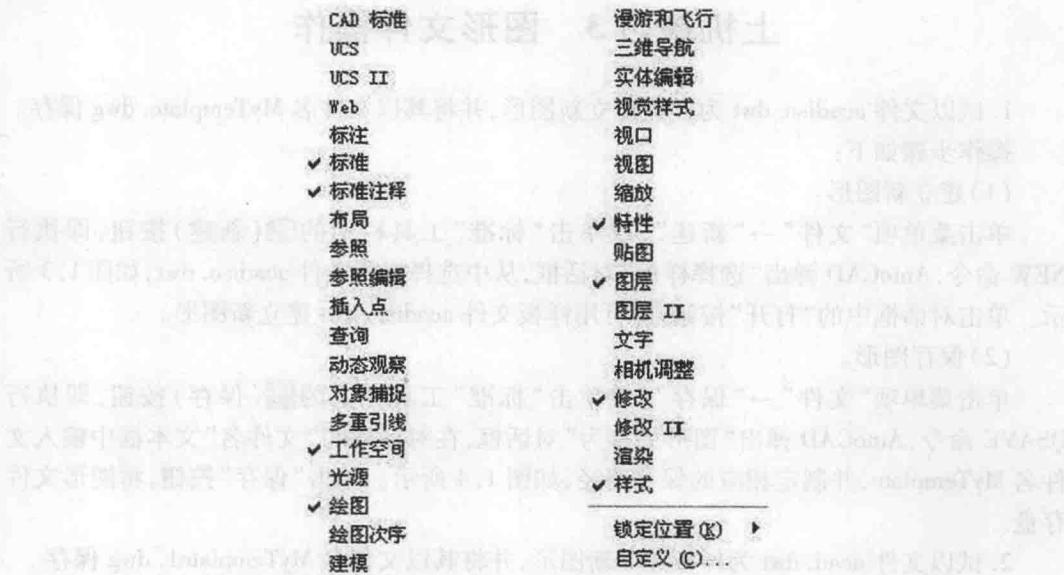

图1.1 快捷菜单
讲义文字标注,并将其显示在绘图窗口中。单击“视口”图标,弹出“视口”快捷菜单,如图1.1所示。
- (1)在绘图界面中,在已有某一工具栏上单击鼠标右键,AutoCAD弹出快捷菜单,如图1.1所示。